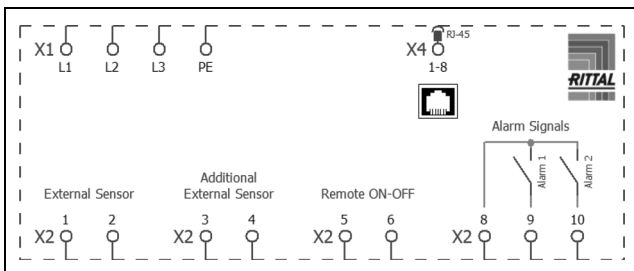

Abb. 32: Schaltplan
- Entnehmen Sie aus dem Versandbeutel den Anschlussstecker und stellen Sie gemäß der zugehörigen Anschlusskennzeichnung die Netzversorgung her (Abb. 32).